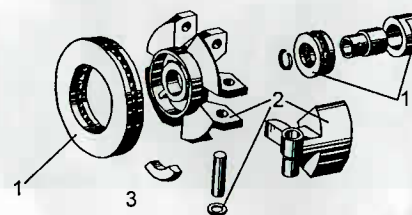

рис. 2.7
- снимите стопорное С-образное кольцо, ступицу грузов регулятора в сборе с демпфером (не потеряйте упругие элементы демпфера) и подшипник ступицы грузов, рис. 2.7.